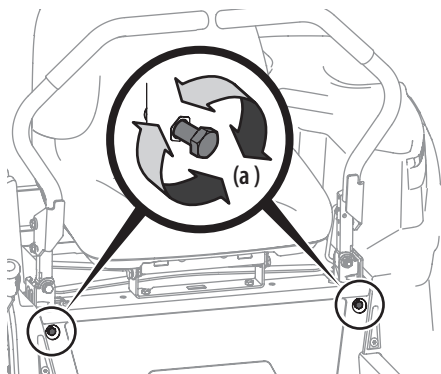

Figure 40
2. Localisez les boulons de réglage de la butée du levier de commande de transmission des barres de conduite (a) situés à l'avant du châssis du siège. Consultez la Figure 40.